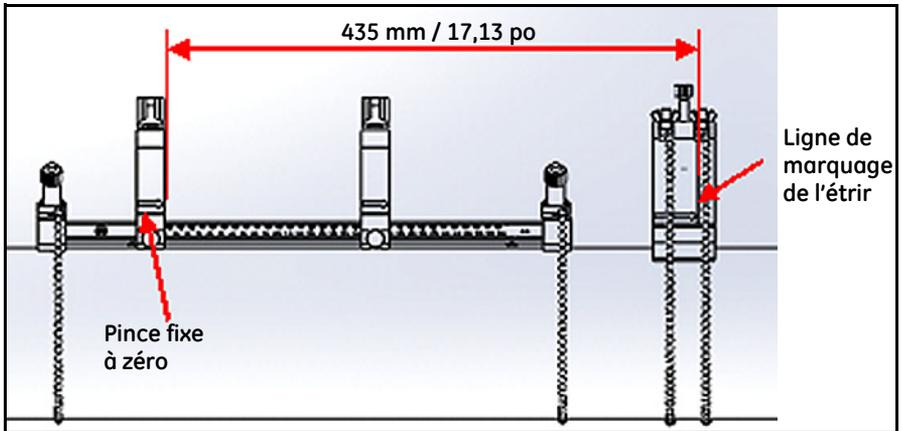

Figure 39 : étrier placé à 435 mm / 17,13 po
- Placez la pince fixe sur la pince de fixation à zéro sur l'échelle. Par exemple, si l'espacement requis entre les transducteurs est de 435 mm / 17,13 po, mesurez la distance requise de 435 mm / 17,13 po de la pince fixe jusqu'à la ligne tracée sur l'étrier (voir la *Figure 39* ci-dessous).